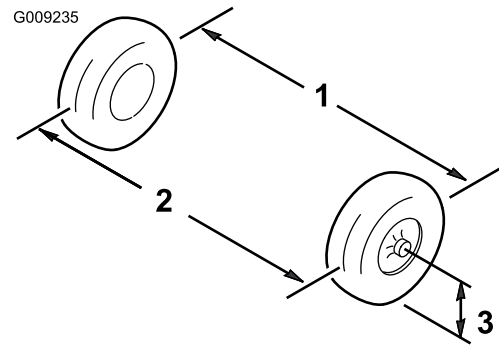

Bild 45
1. Messen Sie den Abstand zwischen beiden Vorderreifen auf Achshöhe (an der Vorder- und Rückseite der Vorderreifen) (Bild 45).